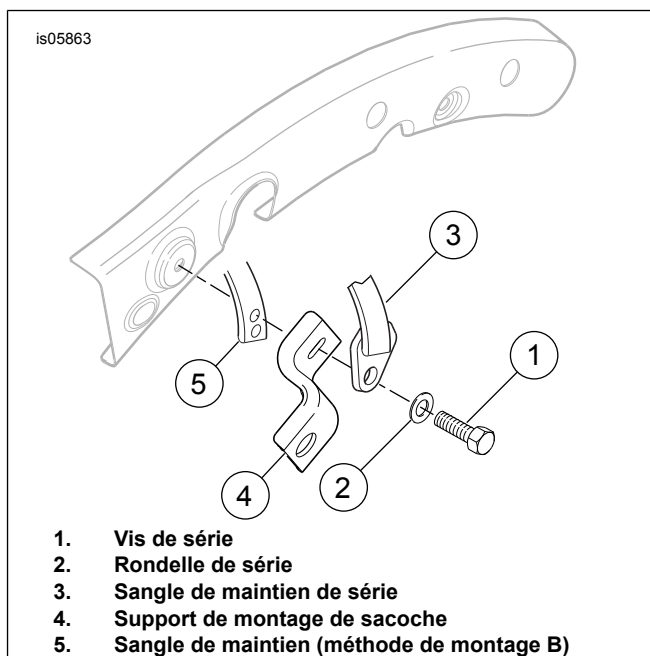
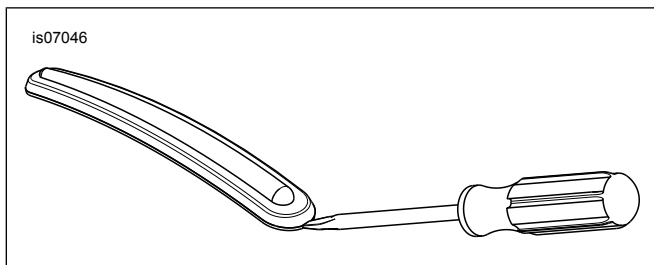

Figure 4. Modèles 2013 et plus anciens : Retirer la sangle de maintien et installez le kit 53051-09
Figure 5. Retirer les bandes de garniture de garde-boue
2. Voir la figure 4. Retirer la vis gauche (1) et la rondelle (2) pour retirer le support (4) et la sangle de maintien du passager (3).
3. Retirer la vis avec la rondelle de blocage (D) à l'arrière de la selle actuellement installée.
4. **TOUS les kits sauf 53051-09** : Retirer les deux écrous à bride (E) des goujons (F) situés près de l'avant du garde-boue arrière.
- b. Voir la figure 5. Insérer la pointe du tournevis entre la l'encadrement chrome et la bande de garniture en caoutchouc.
4. Voir la figure 4. Installer la sangle de maintien (5) derrière le support de montage de la sacoche (4).